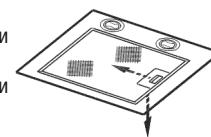

рис. 4
8.3 Для очистки алюминиевого фильтра извлеките его из вытяжки (рис.4). Произведите очистку фильтра с помощью щетки горячим водным раствором нейтрального моющего средства вручную или в посудомоечной машине (при 60°C). Сильно загрязненный фильтр не следует мыть в посудомоечной машине вместе с посудой
- перед установкой вытяжки снимите алюминиевый фильтр, для этого нажмите на пружинный замок фильтра и потяните фильтр вниз и на себя (рис. 4)